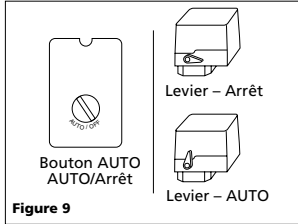

Figure 9
4. Tournez le levier ou le bouton du manostat à la position **AUTO** et faites fonctionner l'appareil pendant 30 minutes pour roder les pièces de la pompe (reportez-vous à la figure 9).